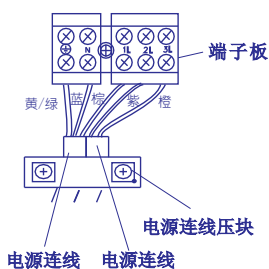

图15
- 将包扎好的管线穿出墙孔, 室内侧管线连同室内机移至挂墙板对应位置(图15)。